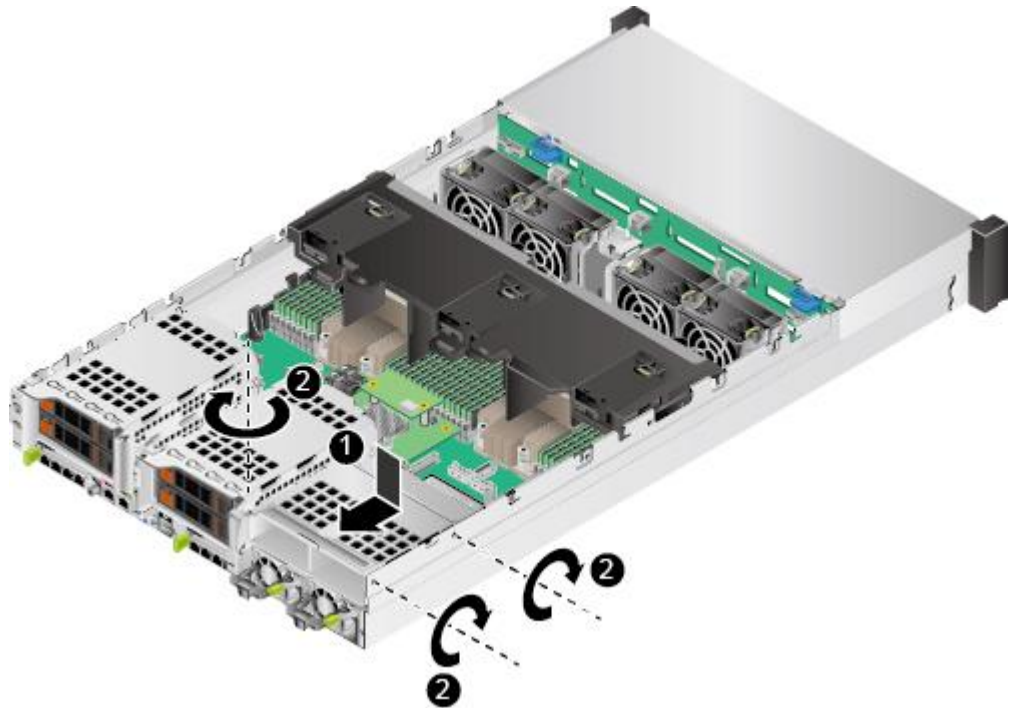

图 5-28 安装后置硬盘组件
7. 将后置硬盘组件安装到机箱中，并拧紧固定螺钉，如图 5-28 中①、②所示。